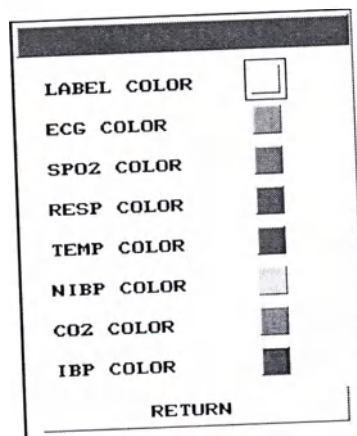

Рис. 4-6 Настройка цвета
- **Set color (Настройка цвета):** Остановитесь на пункте меню «Настройка цвет», как указано на рис.4-6: